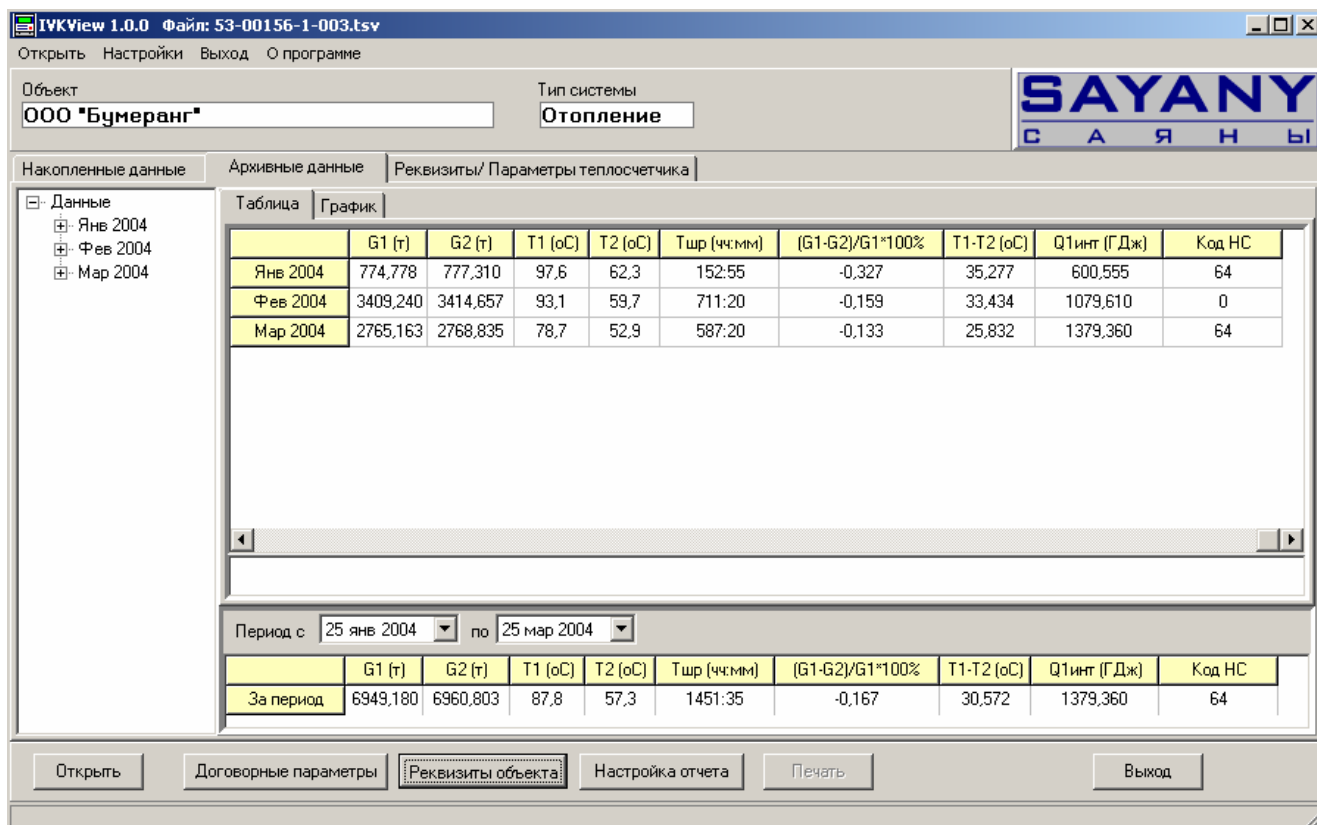

рис. 3.7 Окно программы, страница Архивные данные
- На странице **Архивные данные** основного окна программы (Рис. 3.7) отображаются архивные данные теплосчётчиков. Просмотр данных можно производить как в табличном, так и в графическом виде.